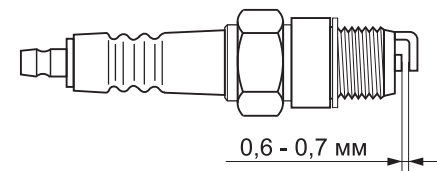

Рисунок 17 — Необходимый зазор в свече зажигания
• Снимите наконечник с высоковольтным проводом, тем самым откроется доступ к свече зажигания (см. рис. 17).